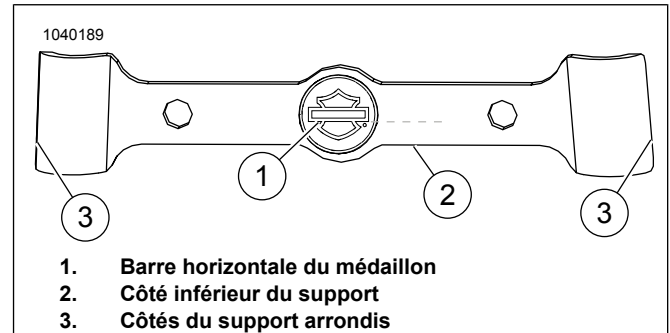
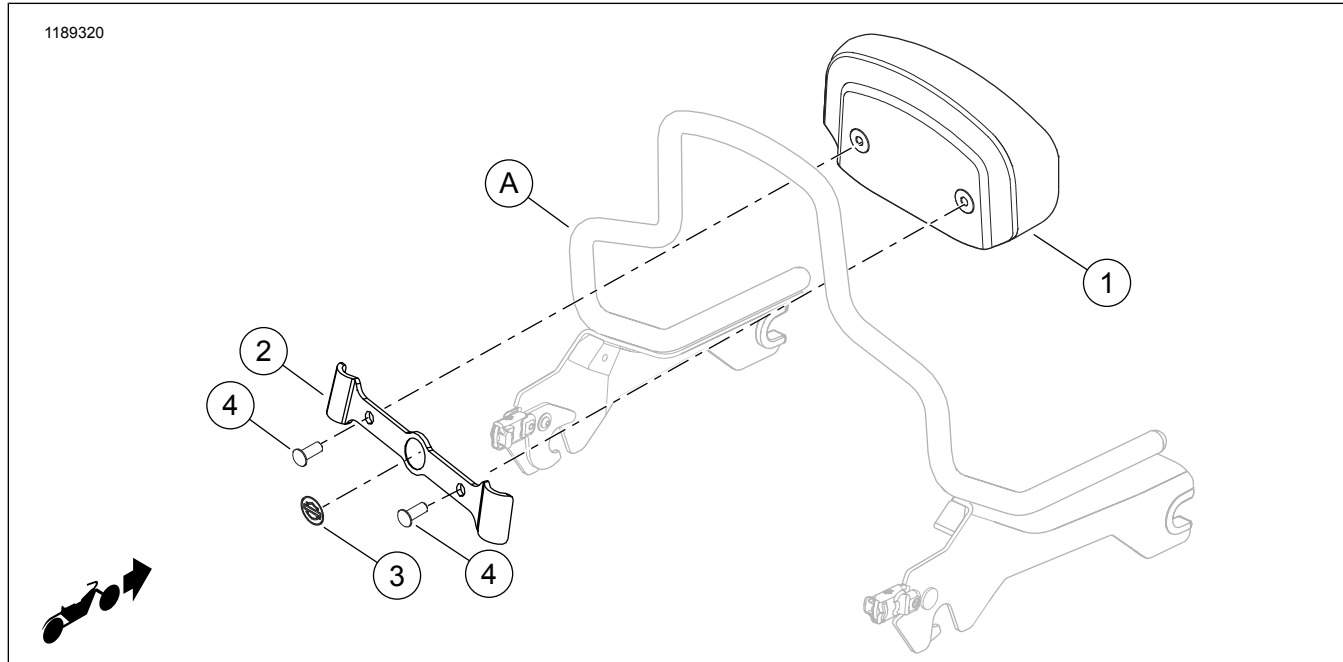

Figure 2. Alignement du médaillon
Figure 3. Pièces de rechange : Kits de coussin de dossier compact Softail
Voir Figure 3 et Tableau 1.
Voir Figure 2 . Les côtés du support (3) ne sont pas symétriques. La largeur en haut est plus étroite que la largeur en bas.
Voir Figure 2 . Aligner la barre horizontale (1) sur le médaillon avec le côté inférieur (2) du support. Ils doivent être parallèles.
1. Voir Figure 3 . Si nécessaire, découper la pièce imperméable en plastique autour des deux trous de vis pré-perçés (C) dans le coussin de dossier (1) pour éviter que le plastique s'accroche dans les filets.
3. Retirer la protection adhésive des côtés gauche et droit du support (3).
• Voir Figure 2 . Les côtés du support (3) ne sont pas symétriques. La largeur en haut est plus étroite que la largeur en bas.
• Utiliser un mélange à 50/50 d'alcool isopropylique et d'eau pour bien nettoyer la surface du moyeu (A) avant d'installer le support (2). Laisser sécher complètement. Poser à température ambiante. 10–32 °C (50–90 °F)
5. Positionner le support (2) sur la sissybar et appuyer fermement.
6. Voir Figure 3 . Introduire une vis (4) du kit dans le support (2) et la visser avec soin en faisant 4 à 5 tours dans le trou correspondant du coussin de dossier. Répéter avec l'autre vis. **NE PAS serrer une vis tant que les deux vis n'ont pas été engagées.**